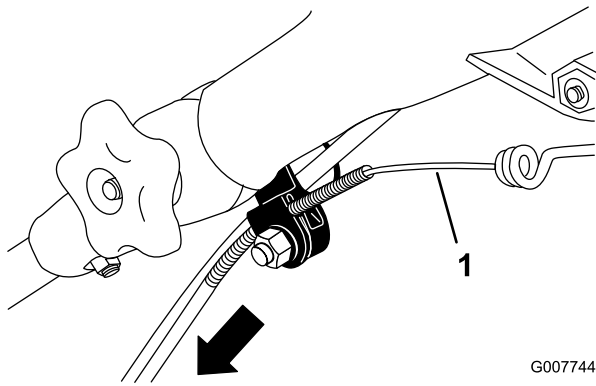

Figure 45
3. Tirez la gaine du câble vers le bas jusqu'à ce qu'il n'y ait plus de mou dans le câble exposé (Figure 45).